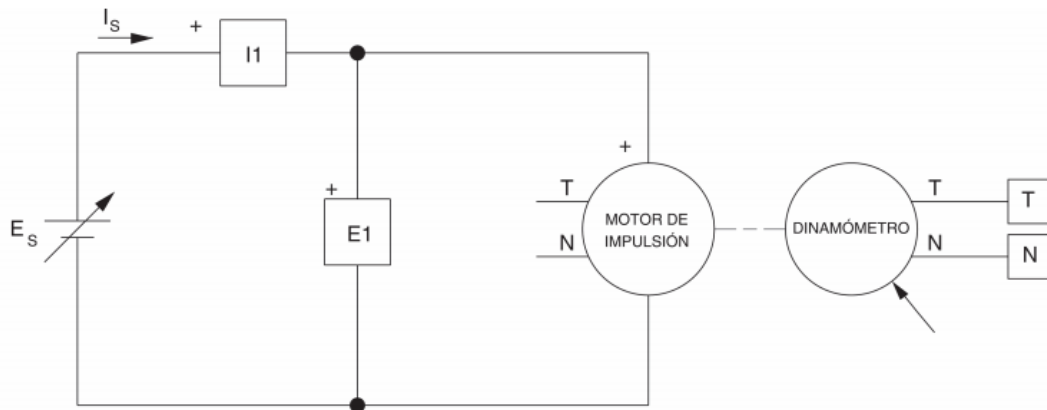

Figura 3. Medición de la potencia, las pérdidas y el rendimiento del Motor de impulsión.
4. Conecte los módulos como lo muestra la Figura 3. Recuerde que voltaje, corriente, torque, y velocidad deben medirse en el DAI con sus respectivos cables (incluyendo el común).